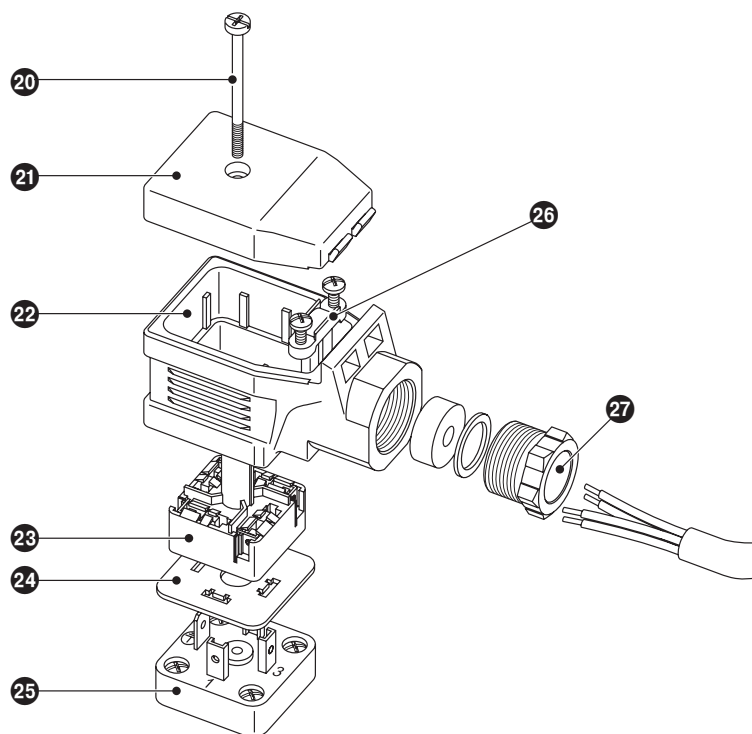

Fig. 7
1. Schraube 20 lösen. **Fig. 7**